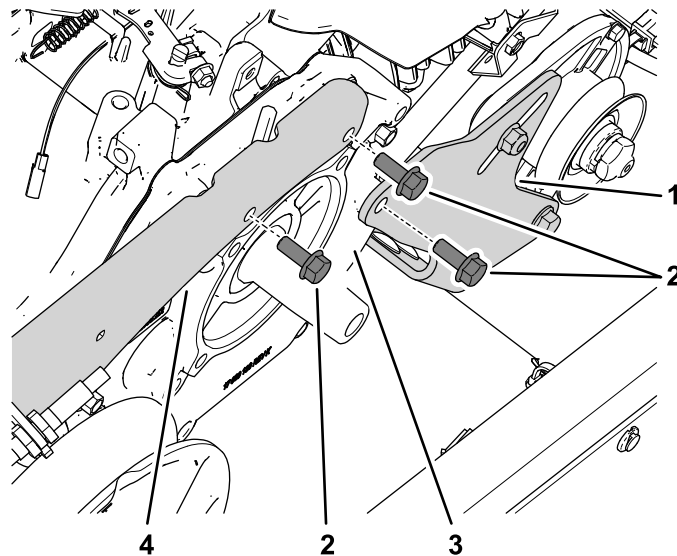

Figura 4
8. Retire os 2 parafusos de cabeça flangeada que prendem a vara de ligação ao motor (Figura 4).
9. Retire o parafuso de cabeça flangeada que prende o suporte do motor de arranque ao motor (Figura 4).